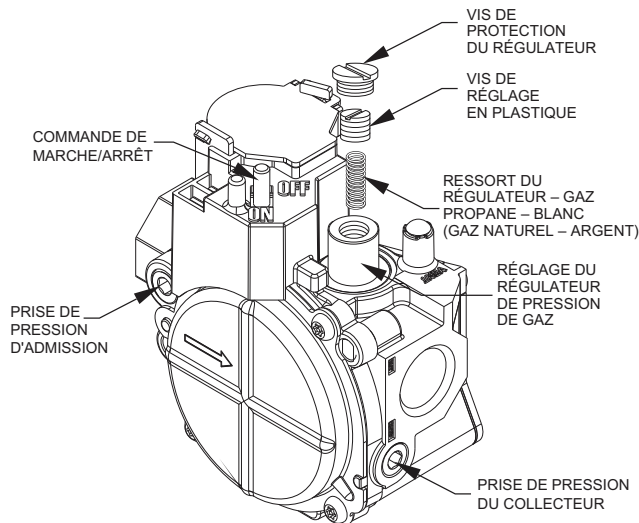

Fig. 12 – Vanne de gaz à une phase
1. Retirez la vis de protection du régulateur qui recouvre la vis de réglage en plastique sur la vanne de gaz (consultez la Fig. 12).
2. Tournez la vis de réglage en plastique dans le sens horaire pour augmenter le débit de gaz ou dans le sens antihoraire pour le diminuer (consultez la Fig. 12). La pression dans le collecteur doit être entre 3,2 et 3,8 po de colonne d'eau
3. Remettez la vis de protection du régulateur en place sur la vanne de gaz (consultez la Fig. 12).
Avec le panneau d'accès des commandes retiré (consultez Fig. 18), observez le fonctionnement du module de chauffage de l'appareil. Vérifiez que les flammes du brûleur sont douces et de couleur bleu pâle, et qu'elles sont à peu près semblables pour chaque brûleur. Le propane produit des flammes bleues (consultez la Fig. 12). Consultez la section Entretien pour les renseignements sur la dépose du brûleur.